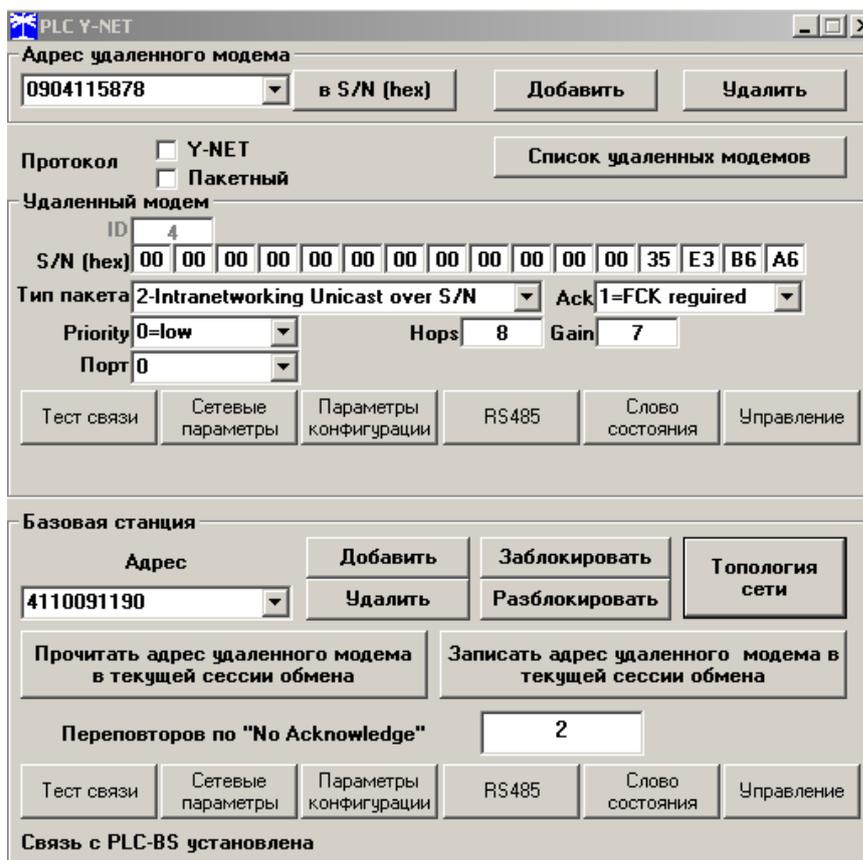

Рисунок 44 – Форма «PLC Y-NET»
- если подключения и настройки правильные, а связи нет, то, по-видимому, настройки модема отличаются от заводских настроек, и необходимо определить эти настройки нажатием на кнопку «Тест скорости» формы «Настройка интерфейса RS-485 PLC-модема». Вызов формы производится по кнопке «RS-485», расположенной в группе элементов «Базовая станция» (рисунок 44);
9) вызвать форму «Сетевые параметры и индикаторы событий PLC-модема», нажатием кнопки «Сетевые параметры» в группе элементов «Базовая станция» (рисунок 44). Вид формы приведен на рисунке 46. Прочитать сетевые параметры базовой станции по кнопке «Прочитать», расположенной на поле формы и убедиться, что:
25.5.2 В окно «Адрес удаленного модема» формы «PLC Y-NET» (рисунок 44) ввести адрес PLC-модема счётчика, в качестве которого выступает серийный номер счётчика, указанный на его шкале. Ввод производить по кнопке «Добавить» в группе элементов «Адрес удаленного модема». Переписать установленный адрес удаленного модема в базовую станцию по кнопке «Записать адрес удаленного модема в текущей сессии обмена».